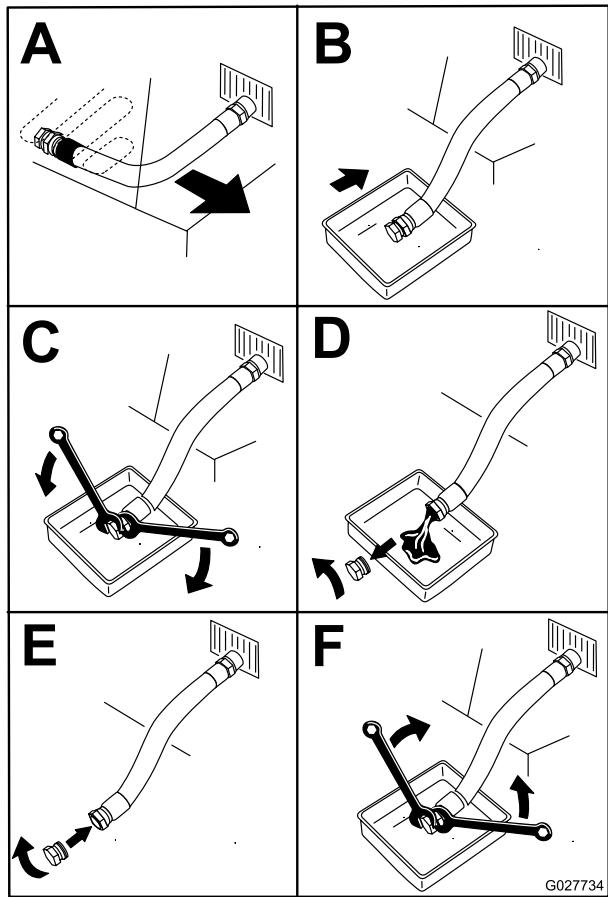

Figure 48
5. Vidangez l'huile moteur (Figure 48).